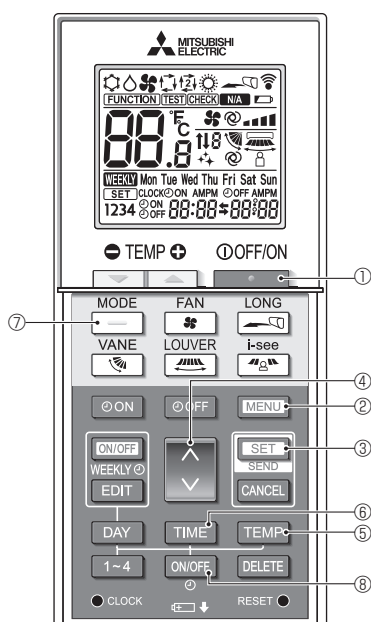

Fig. 7-11
1. Tryk på [STOP]-knappen ① for at stoppe klimaanlægget.
2. Tryk på [MENU]-knappen ②. Skærmen til funktionsindstilling vises, og funktionsnr. A blinker. (Fig. 7-11) Tryk på [DOWN]-knappen ④ for at ændre funktionsnr.